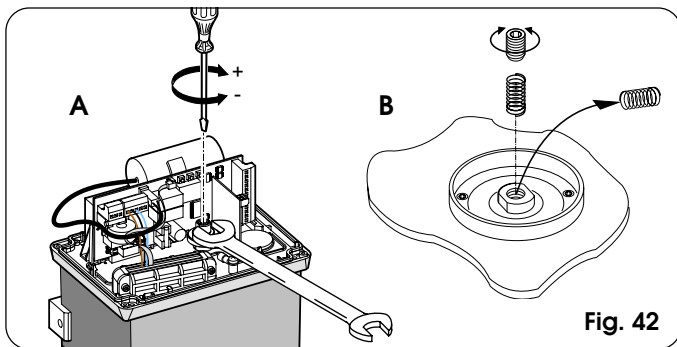

Fig. 42
- 2) Mantenga bloqueado el árbol motor utilizando una llave inglesa y manipule el tornillo de regulación del embrague con una llave Allen o destornillador, como se indica en la Fig. 42 Ref. A. Para aumentar el par, gire el tornillo en sentido horario. Para disminuir el par, gire el tornillo en sentido antihorario.
- El operador se entrega de origen con el muelle de regulación del embrague para cancelas de hasta 1000 Kg. Para cancelas de peso superior, hay que utilizar el muelle alternativo suministrado en dotación. Para sustituir el muelle, proceda como se indica en la Fig. 42 Ref. B.